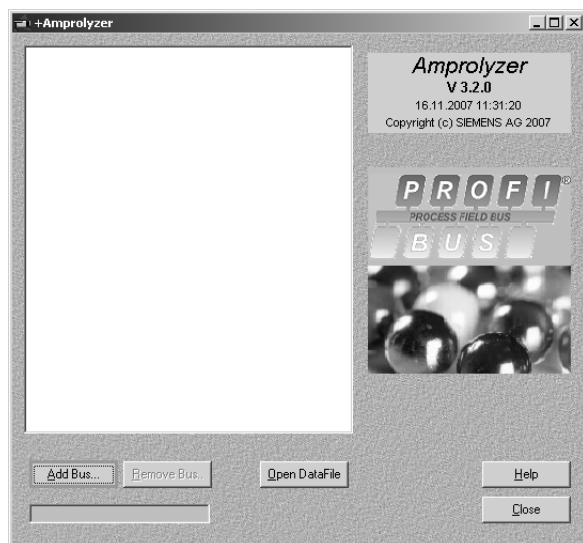

图 12-112 Amprolyzer 初始画面
- 1) 起动 Amprolyzer, 单击 “Add Bus...” 按钮, 如图 12-112 所示, 将弹出 “Add Bus...” 对话框。